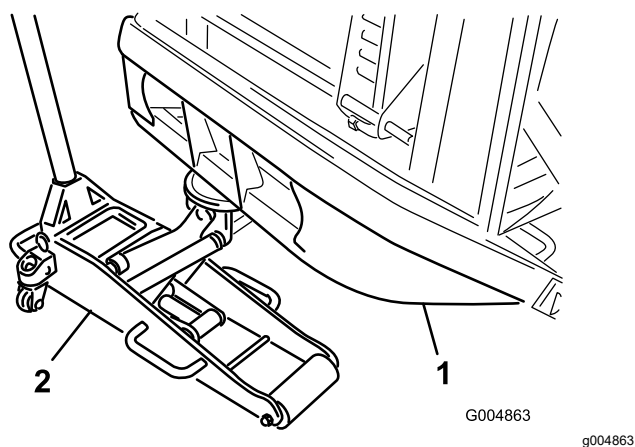

Figura 16
1. Collocate un martinetto adatto allo scopo sotto il tubo del paraurti posteriore e sollevate le ruote posteriori dal suolo (**Figura 16**).